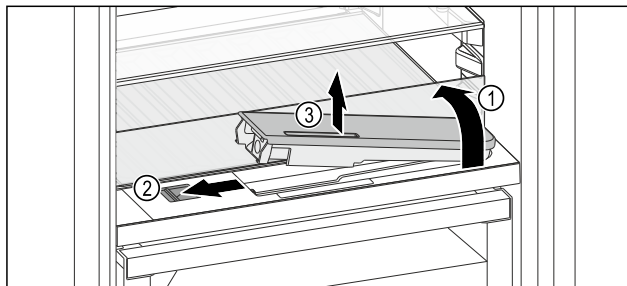

Fig. 124
- ▶ Emelje meg az üveglapot, és hajtsa hátra ütközésig Fig. 124 (1).
- ▶ Tolja balra a tolokát Fig. 124 (2).
- ▶ Vegye ki a víztartályt Fig. 124 (3).